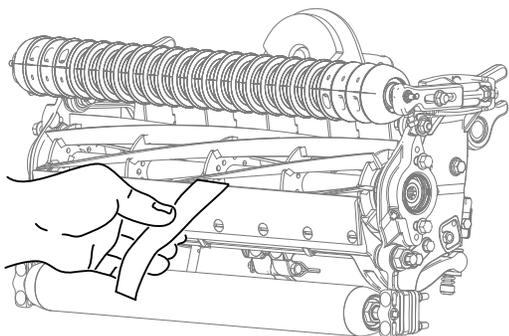

Рисунок 20
2. Проверьте характеристики скашивания, вставив длинную контрольную полоску бумаги (№ детали 125-5610 по каталогу Togo) между барабаном и неподвижным ножом, перпендикулярно неподвижному ножу (Рисунок 20). Медленно проверните барабан вперед. При этом бумага должна разрезаться.